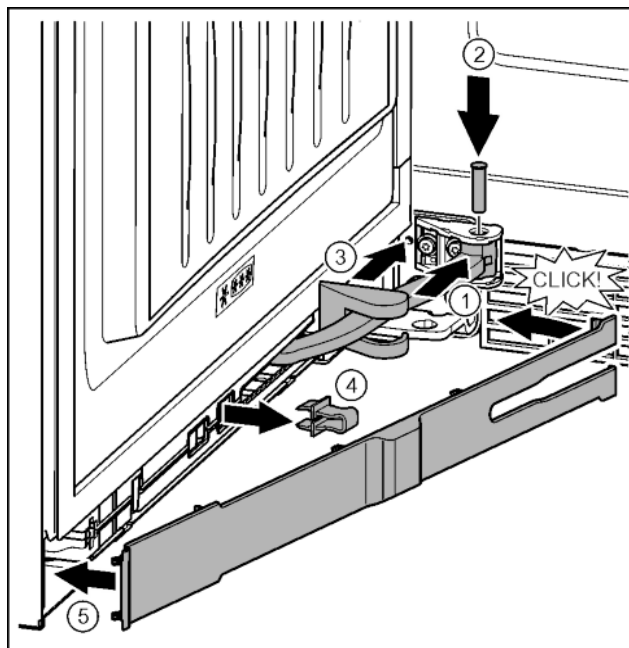

Fig. 40
- Gelenk in Aufhängung drehen. *Fig. 40 (1)*
- Bolzen mit einem Schraubendreher T15 in Aufhängung und Gelenk einsetzen. Dabei darauf achten, dass der Rastnocken korrekt in der Nut sitzt. *Fig. 40 (2)*
- ▶ Lagerbockabdeckung entlang des Gelenks schieben und über der Aufhängung montieren. *Fig. 40 (3)*
- ▶ Sicherung abnehmen. *Fig. 40 (4)*
- ▶ Blende griffseitig ansetzen und einschwenken. *Fig. 40 (5)*